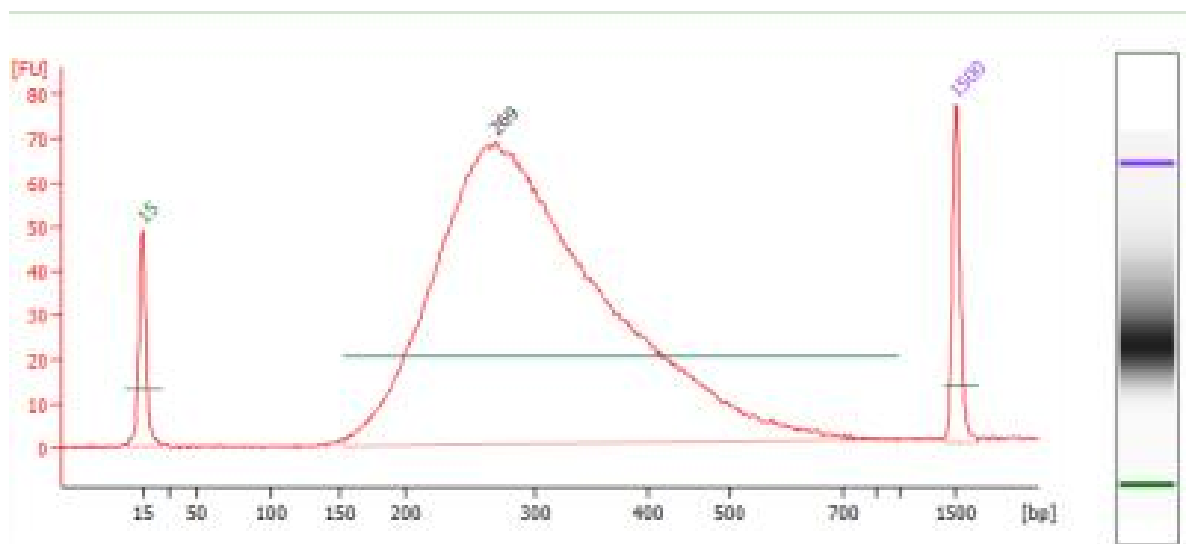

图 1 文库双轮分选纯化产物的 Agilent 2100 Bioanalyzer 检测结果
10.2 文库长度分布检测，可通过 Agilent Bioanalyzer 2100 等基于毛细管电泳或微控流原理的设备进行检测。图 1 为本试剂盒构建文库双轮分选纯化产物的 Agilent 2100 Bioanalyzer 检测结果：